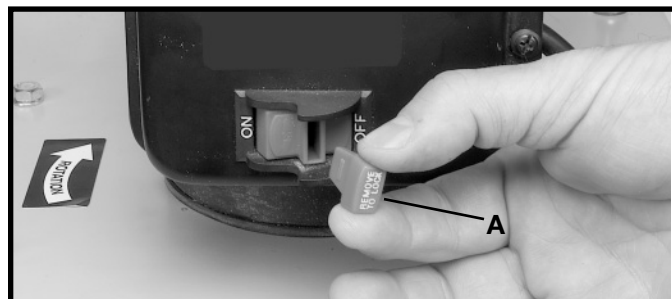

Fig. 20
IMPORTANTE: Cuando la herramienta no es adentro uso, el interruptor se debe bloquear en el OFF posición para prevenir uso desautorizado. Esto puede hacerse tomando la pieza acodada (A) y removiéndolo por completo del interruptor, tal como se ilustra en la Fig. 20. El interruptor no funcionará sin la pieza acodada (A). No obstante, si se quita la pieza acodada mientras que máquina está funcionando, ésta puede ser apagada una vez, pero no puede volver a arrancar sin la inserción de la pieza acodada (A).